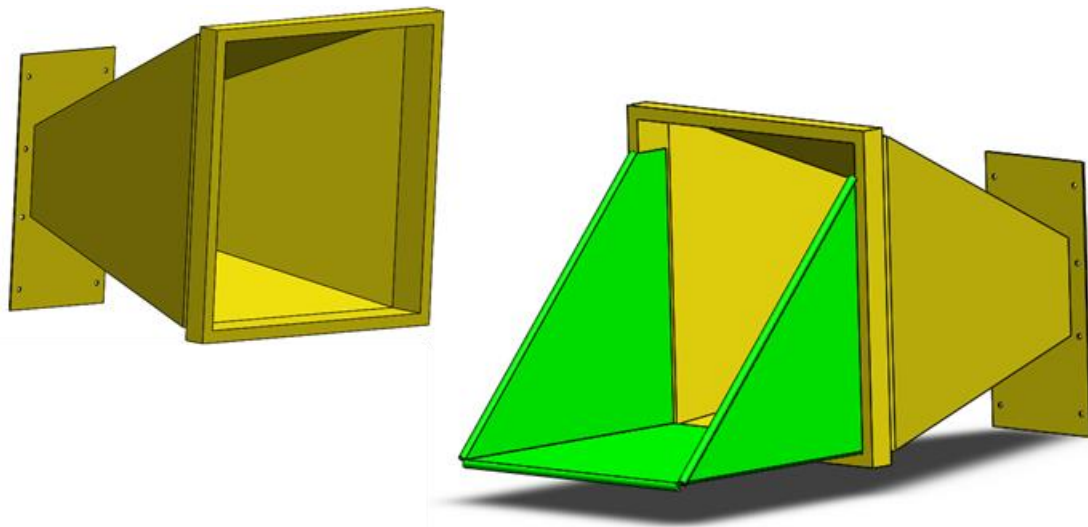

Figure 9 - Goulotte d'alimentation avant (à gauche) et après (à droite) modification
Prenons pour exemple une machine dont la profondeur de la goulotte d'alimentation est de 920mm. Elle doit donc être augmentée de 580mm pour être conforme (Figure 9).
- ✓ La première consiste en une table principale d'alimentation soudée à l'entrée de la goulotte. Cette tôle s'obtient par pliages successifs après la découpe du brut (Figure 9).